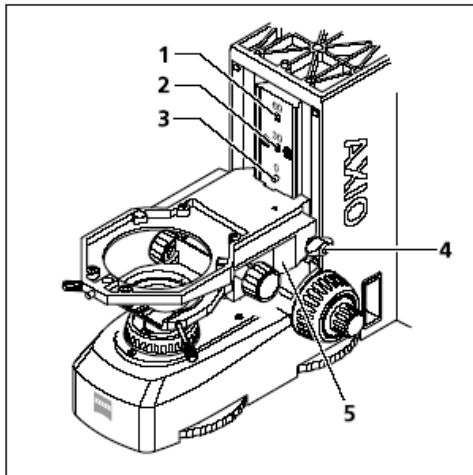

图 3-20 安装载物台托架
- 将后背螺丝（图 3-20/3）拧到合适的标记位置。
- 带标记 0 的位置：样品夹（图 3-20/3）不需要安装适配器，
- 带标记 30 的位置：样品夹部分可安装 30mm 的适配器（图 3-20/2），
- 带标记 60 的位置：样品夹部分可安装 60 mm 的适配器（图 3-20/1），
- 将载物台托架（图 3-20/5）以微小的角度（在后背螺丝的下面）首先从左边安装到滑轨，然后竖直将其按进去，用力拧紧虎钳螺丝（图 3-20/4）。